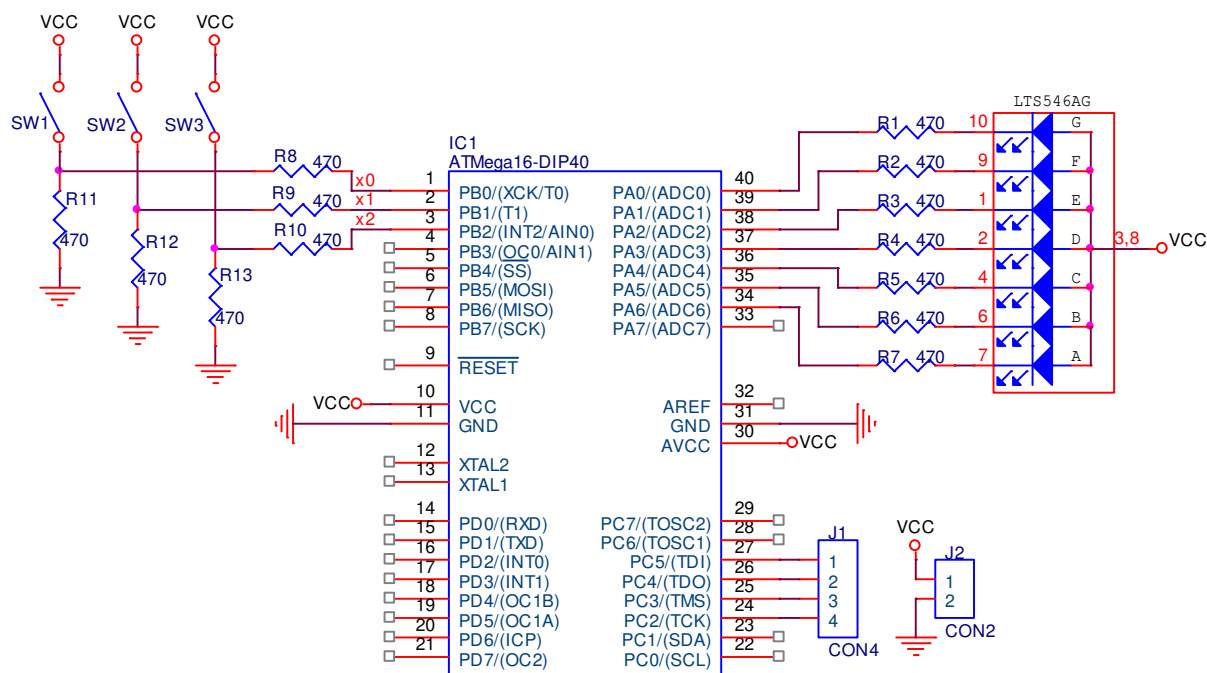

figura 2
Afișorul folosit este cu anod comun și are codul LTS546AG. Acest afișor a fost folosit în primul laborator (acolo găsiți datele de catalog). Tot în primul laborator se cerea proiectarea unei scheme care să permită afișarea oricărei combinații de segmente cu aceeași intensitate. Soluția este înserierea unei rezistențe pe fiecare segment, așa cum se observă în figura 2.
**Implementați și restul schemei** din figura 2. Nu uitați, realizarea montajului se face fără să încălecați fire.